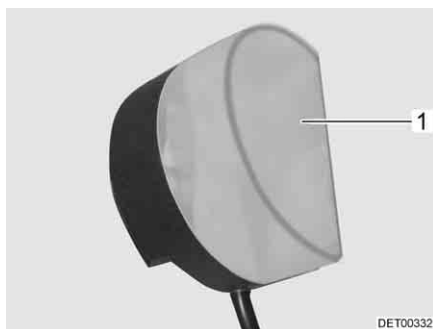

Fig. 183 Luci armadi guardaroba
- Comprimere leggermente e rimuovere la copertura della lampada (Fig. 183,1).